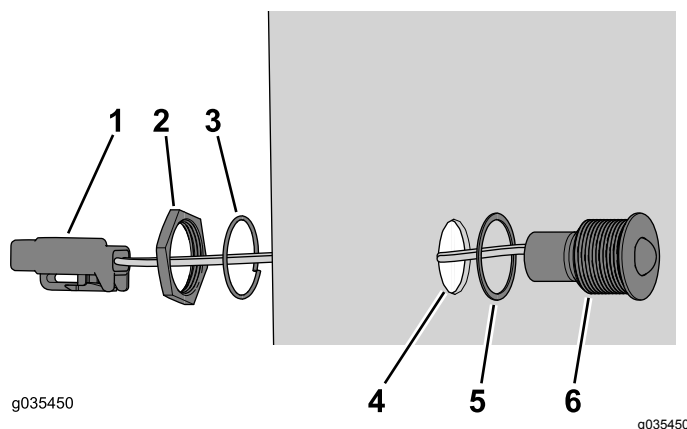

Figure 15
- Insérez le connecteur dans le trou de montage du panneau de fermeture (Figure 15).
Remarque: Vérifiez que le joint est en place entre le couvercle et le témoin (Figure 15).
- Fixez le témoin dans le trou du panneau de fermeture à l'aide de l'écrou de retenue et de la rondelle frein (Figure 15).